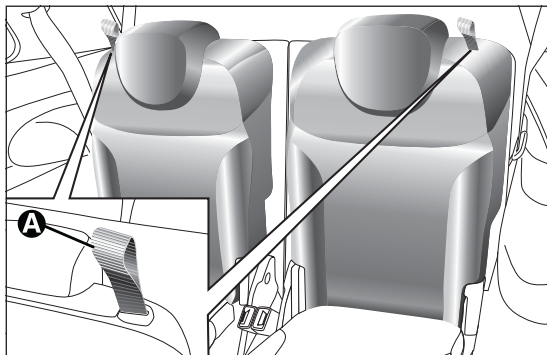

fig. 8
- ☐ tirare verso l'alto il dispositivo A fig. 8 per ribaltare lo schienale del sedile sinistro oppure destro. Lo schienale verrà ribaltato automaticamente in avanti. Se necessario accompagnare lo schienale nella prima parte del ribaltamento.